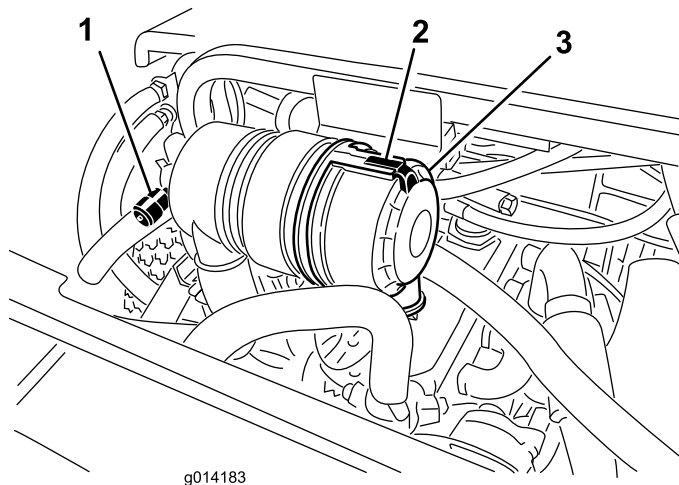

Figura 43
Faça a manutenção ao filtro de ar apenas quando o indicador de manutenção (Figura 43) o exigir. Mudar o filtro de ar antes de ser necessário apenas aumenta a possibilidade de entrar sujidade no motor quando se retira o filtro.
1. Liberte o trinco que fixa a cobertura do filtro de ar ao respectivo corpo (Figura 43).